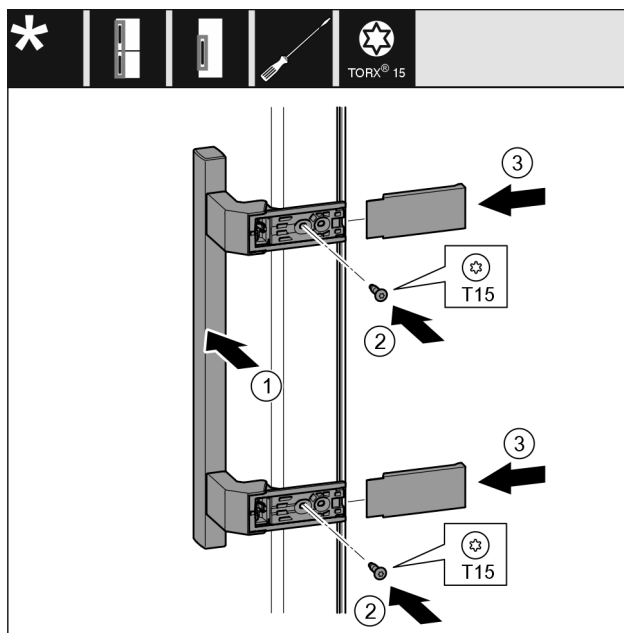

Fig. 54
- Nasad'te madlo Fig. 54 (1) na protilehlé straně.
- Šroubovákem šrouby Fig. 54 (2) pevně utáhněte.
- Kryty Fig. 54 (3) bočně nasad'te a nasuňte.